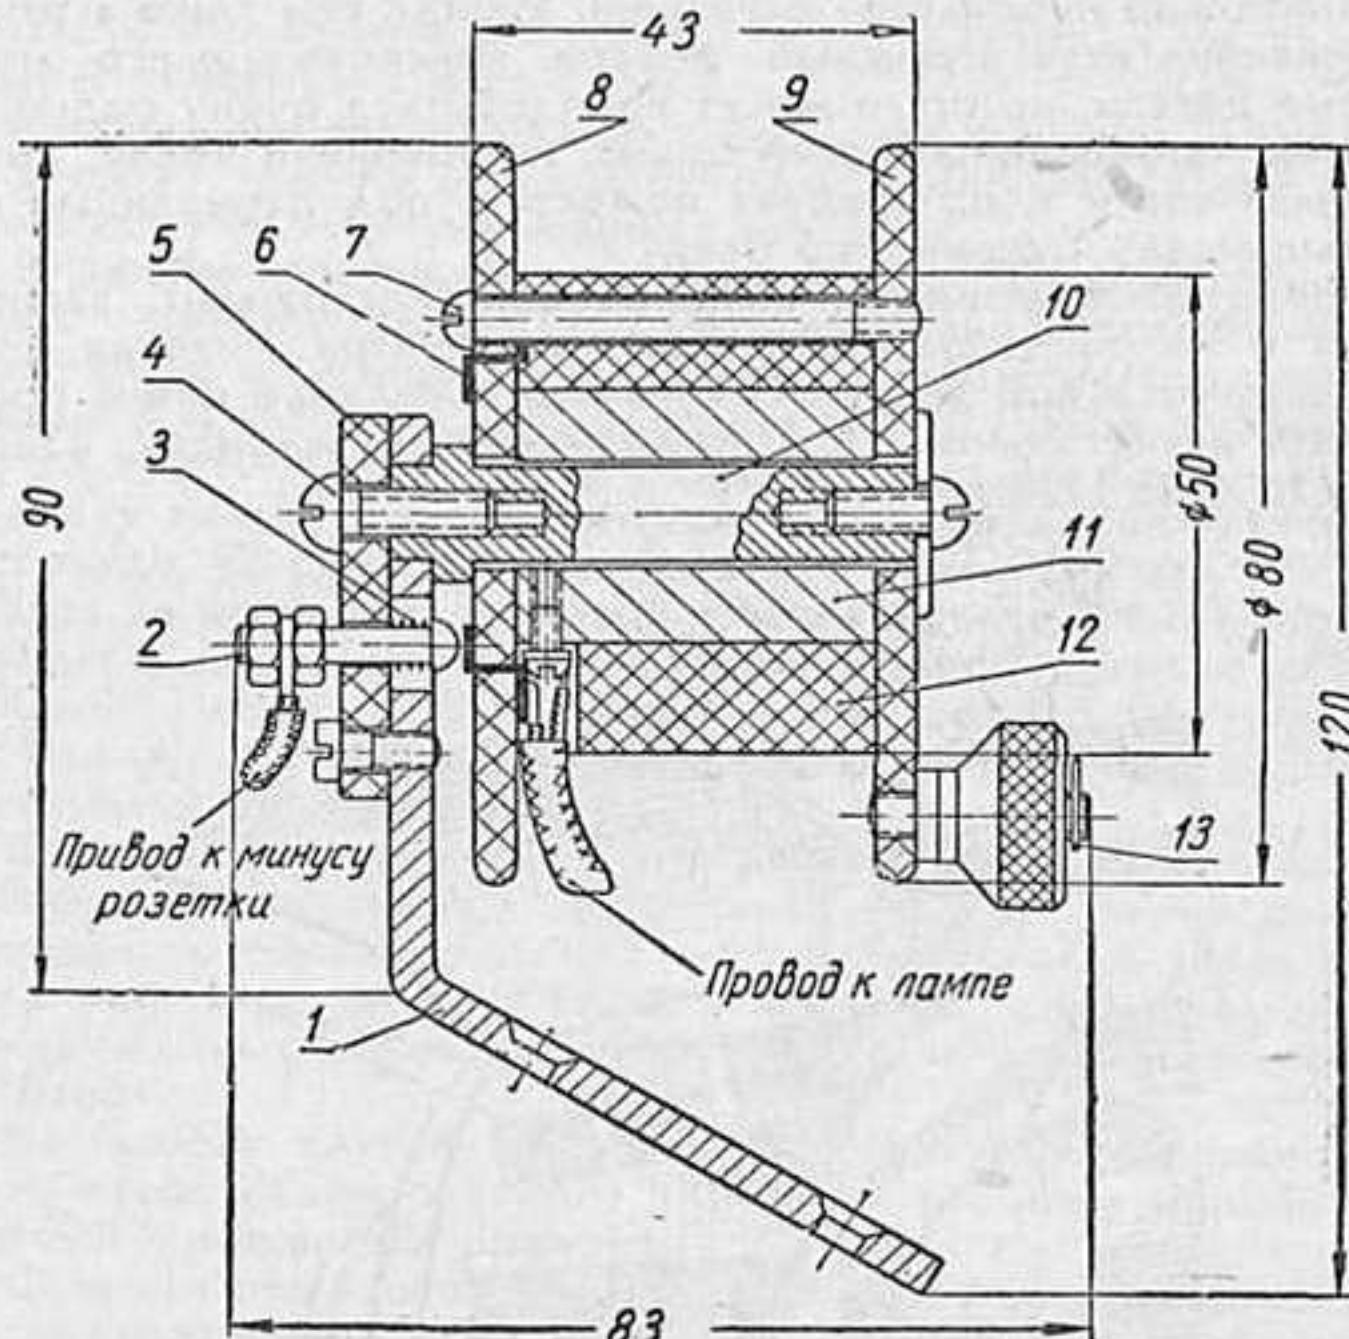

Рис. 3
Показанная на рис. 3 катушка позволяет пользоваться переноской со свернутым шнуром. Катушка представляет собой барабан (12), изготовленный из дерева или текстолита; с торца к нему тремя винтами (7) прикреплены щеки (8 и 9), к одной из щек крепится рукоятка (13).